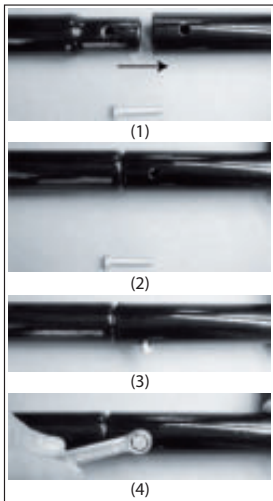

Fig. 03
- At first remove the hexagon screw SW10 (Fig.03(1)) at the side of the lower lever rod and put the upper and lower lever rod together before securing the connection with the hexagon screw (Fig.03(2/3/4)).
- Lösen Sie zuerst die an der unteren Hebelstange seitlich angebrachte Sechskantschraube SW10 (Fig.03(1)) und fügen die obere und untere Hebelstange ineinander und sichern sie die Verbindung mit der Sechskantschraube (Fig.03(2/3/4)).